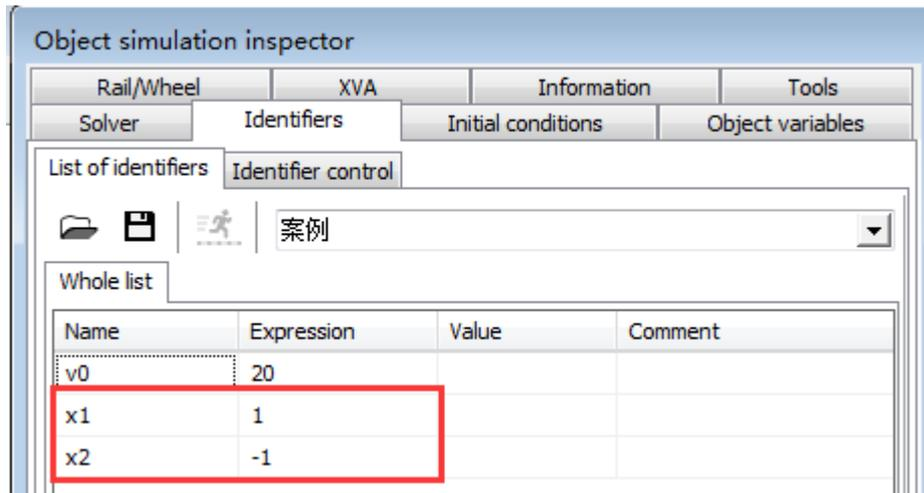

图 003-4 UM Simulation 查看变量
4、保存之后进入 UM Simulation，在 **Analysis**→**Simulation**→**Identifiers** 下面查看修改后的标识符，如图 003-4；